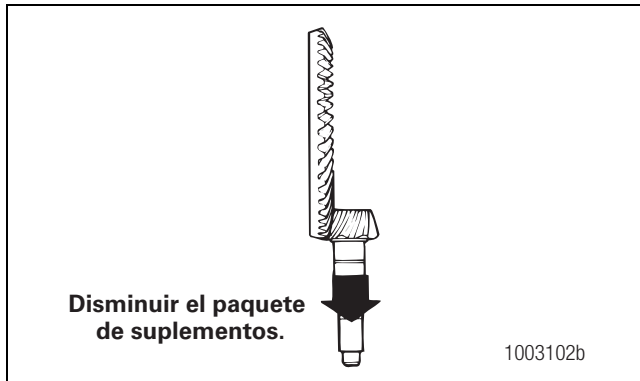

Figura 5.72
- **Para corregir un patrón de contacto alto:** Disminuya el espesor del paquete de suplementos debajo de la jaula del cojinete. Al disminuir el espesor del paquete de suplementos, el piñón de mando se acercará a la corona. Figura 5.72.